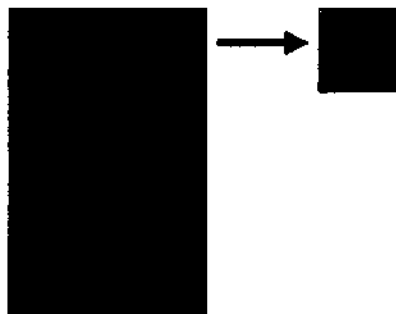

Рис. 7-5. Сворачивание окна результатов
- Коснитесь символа «X» в круге (Рис. 7-5), чтобы свернуть окно до символа измерителя, показанного справа.